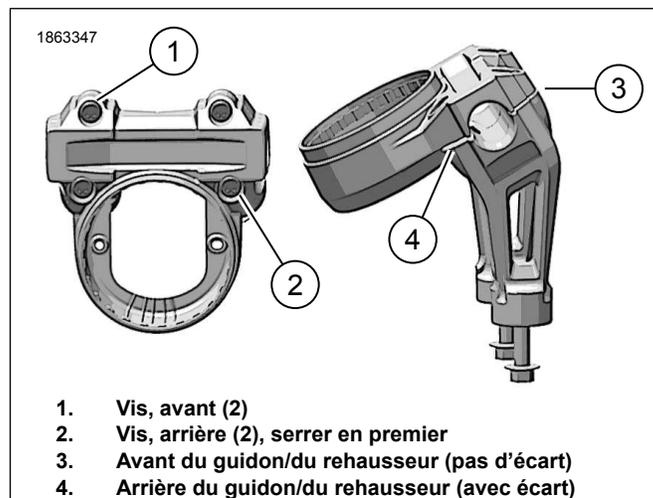

Figure 2. Montage du guidon
- b. Voir la Figure 2. Installer les vis de serrage (1,2).
5. Voir la Figure 2. Serrer les vis de serrage (1,2).
- c. Serrez les vis avant (1).